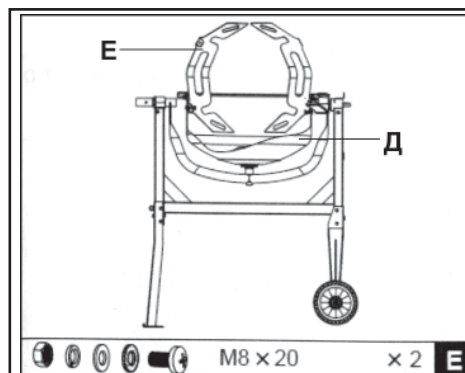

Рис. 6
6.5. Используя крепеж из пакета Е установите смесительные лопасти (Е) внутри нижней части барабана (Д), как показано на Рис. 6. Винты установите с наружной стороны барабана (Д), уплотнительная прокладка устанавливается между барабаном (Д) и лопастью (Е).